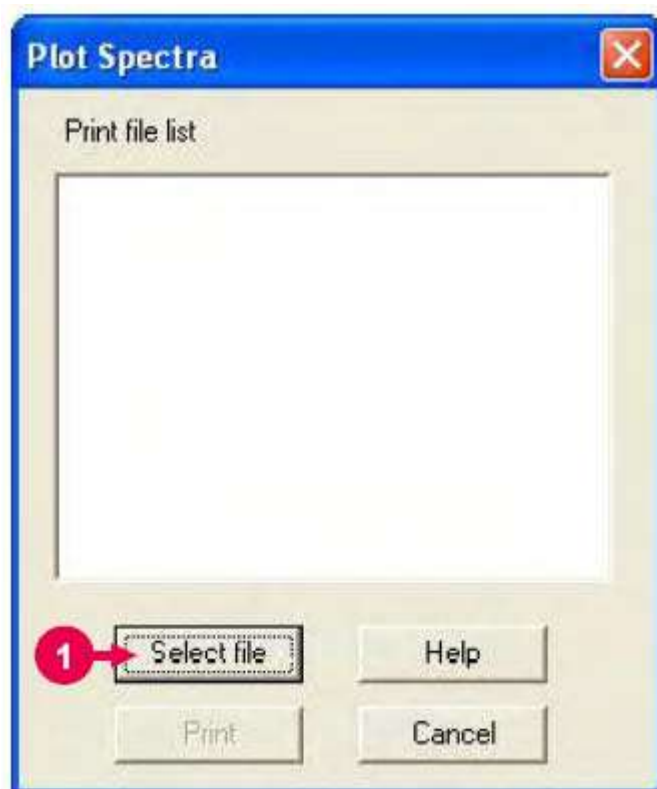

Рис. 8-23
(1) Из меню «Файл» выберите команду «Начертить спектр». Появится окно, показанное на рис. 8-23.
(2) Нажмите кнопку «Выбрать файл» (Select file). (Смотрите (1) на рис. 8-23).